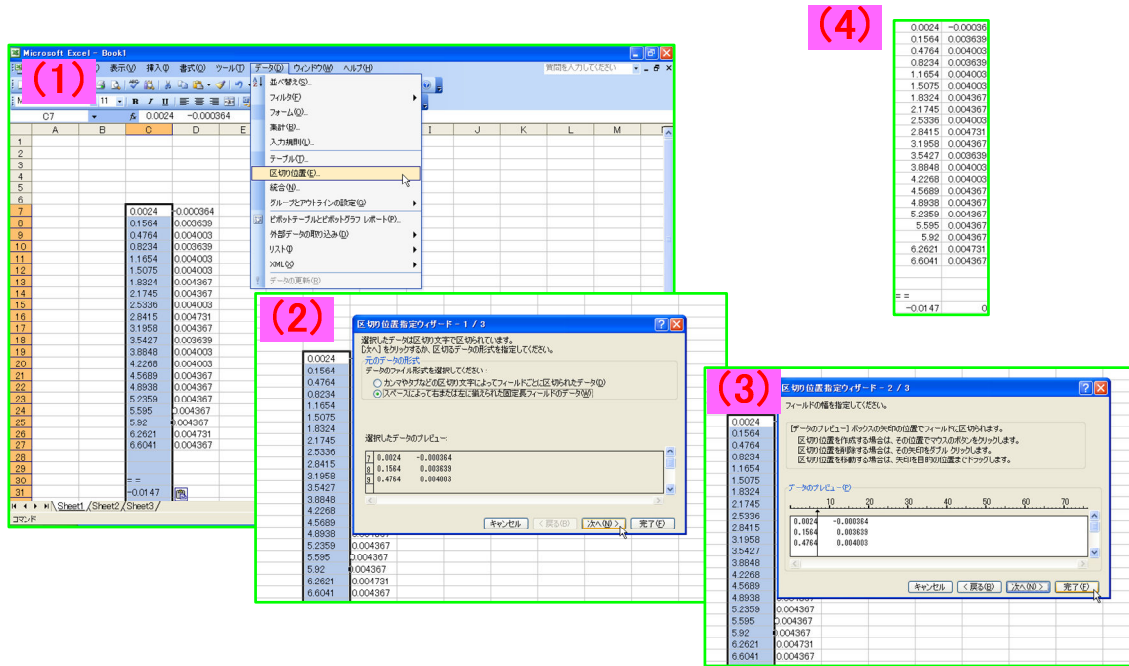

図 3.4 Excel を利用する際の処理
- (1) メニューの中の“データ” → “区切り位置”の順に選択します。
- (2) “スペースによって右または左に揃えられた…”を選択し、“次へ”をクリックします。
- (3) 区切り位置を合わせたら“完了”をクリックして準備完了です。
これで図 3.4 中の (4) のように二列に区切ることができるのでグラフを作成することができます。